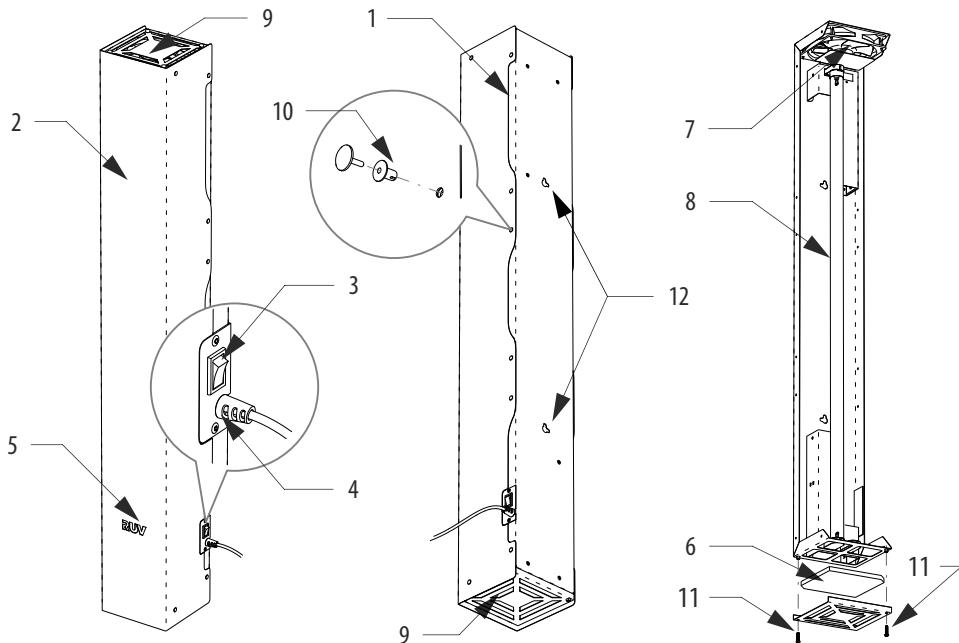

Рисунок 1. Общая конструкция рециркулятора RUV-4001.
- 6.3. Измерьте межцентровое расстояние расстояние между проушинами 12 (см. рис.1 и 2). С помощью уровня и линейки (рулетки) разметьте на стене отверстия для монтажа. Выбирайте крепёж в соответствии с материалом стен: шурупы для деревянных стен или стен из древесных материалов; дюбеля с шурупами для бетонных, кирпичных или газосиликатных стен; специальный крепёж для стен из ГКЛ.